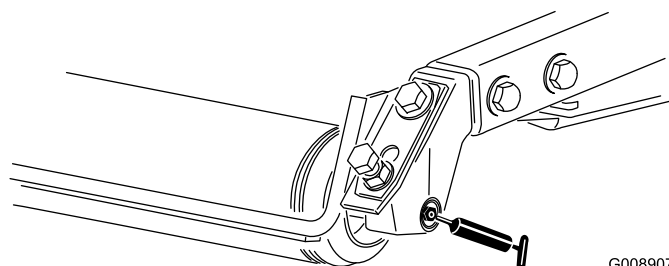

Рисунок 36
- Задние роликоподшипники (по 2 шт. на режущий блок) (Рисунок 36)